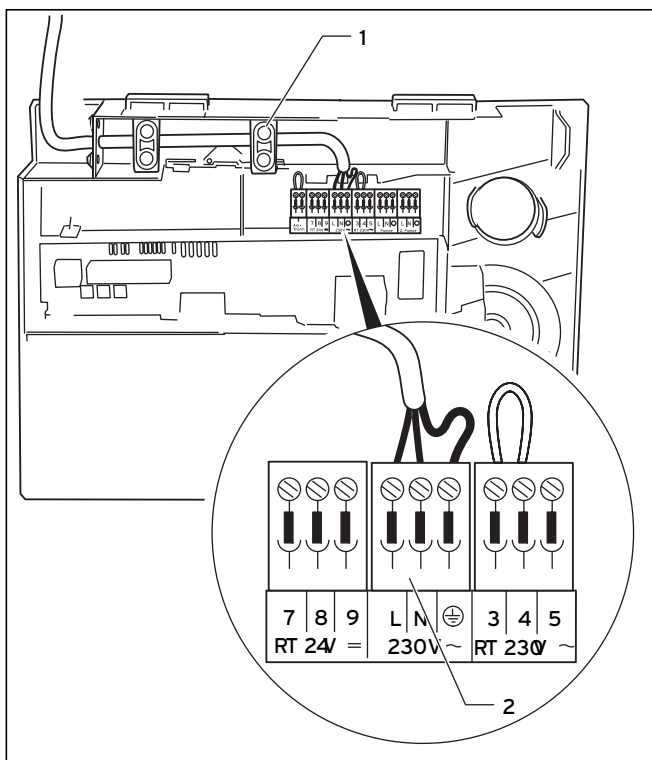
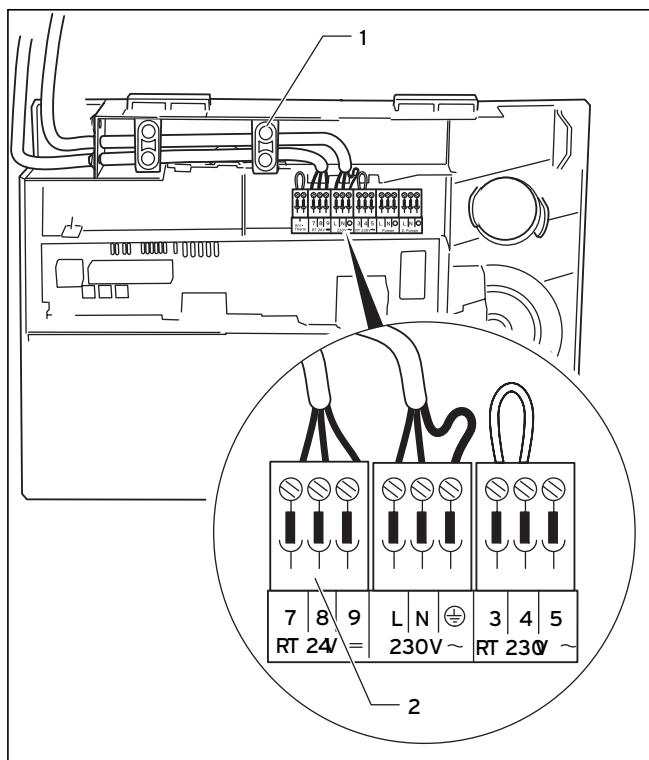

Fig. 5.7 Tilkobling av nettleddingen
Fig. 5.8 Tilkobling av en værkompensert regulering
- Sikre ledningene med strekkavlastningene (1 fig. 5.7 og fig. 5.8).
- Legg nettkabelen til koblingene i koblingsboksen som vist i fig. 5.7.
- Sikre ledningene med strekkavlastningen (1).
- Klem nettkabelen på klemmen som er beregnet for dette (⊕, N og L til systemet ProE (2).
- Legg de nødvendige ledningen til tilkoblingene i koblingsboksen som vist i fig. 5.8.
- Koble tilkoblingskabelen iht. fig. 5.8 hhv. tabell 5.1 og tabell 5.2 til tilhørende ProE-plugg hhv. pluggen på elektronikken.